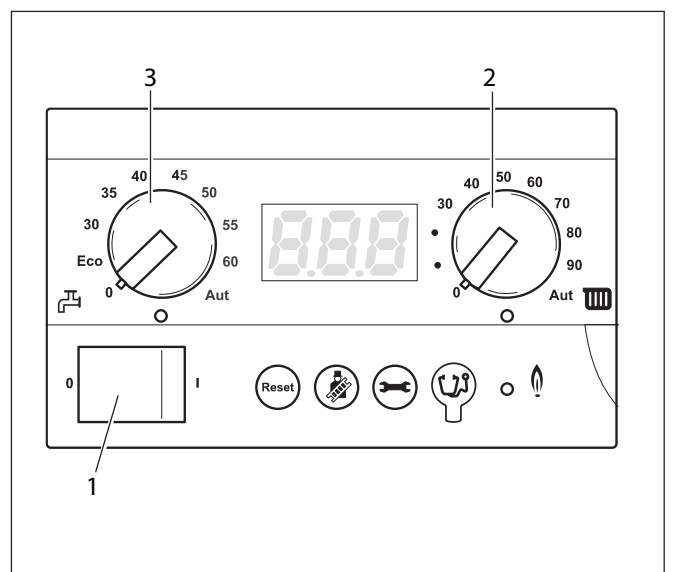

Fig. 17 Regolatore di base BC10
- Leggere nuovamente la pressione dell'impianto sul manometro analogico o sul display del BC10 (fig. 17). Se la pressione scende sotto 1,0 bar, il sopra citato procedimento di riempimento e sfiato deve essere ripetuto più volte, finché non si raggiunge la pressione desiderata e l'impianto di riscaldamento è esente da aria.
- Ruotare le due manopole del regolatore di base BC10 (fig. 17, **pos. 2** e **pos. 3**) nelle posizioni desiderate (vedere al capitolo 4.2.1 e 4.2.2, da pagina 13).
- Attivare l'interruttore generale (fig. 17, **pos. 1**) del BC10 (posizione "1").
- Con la manopola riscaldamento (fig. 17, **pos. 2**) impostare la temperatura desiderata secondo la tabella 3.